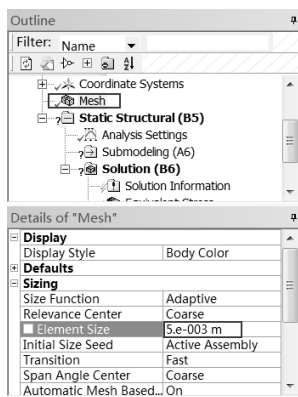

图 5-194 网格设置
Step9 : 划分网格, 将网格大小设置为 0.005m, 如图 5-194 所示。